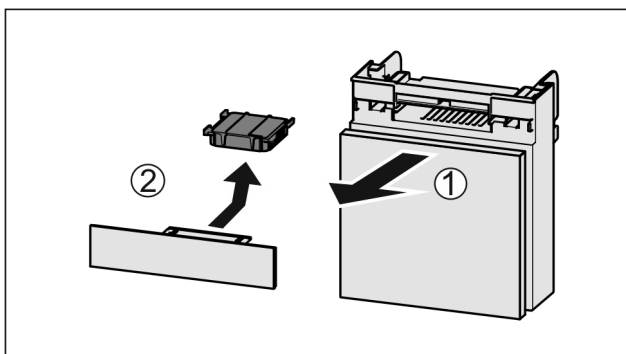

Fig. 168
- ▶ Fach nach vorne herausziehen Fig. 168 (1).
- ▶ Aktivkohlefilter entnehmen Fig. 168 (2).